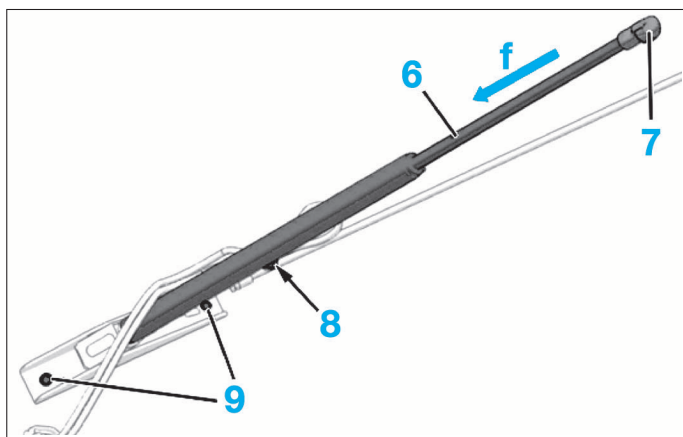
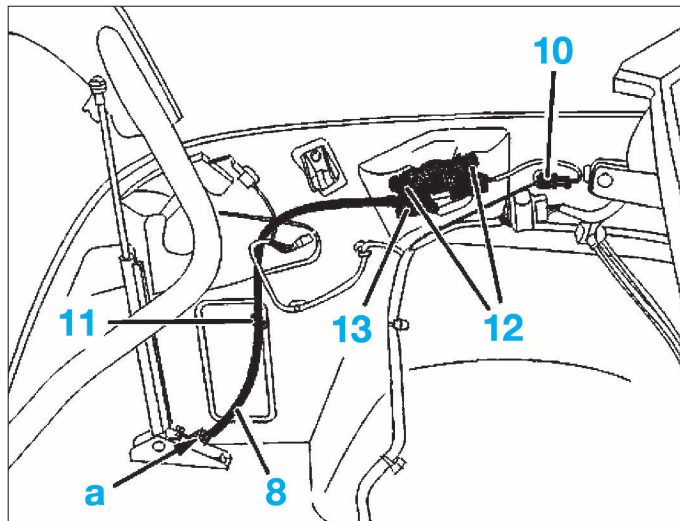
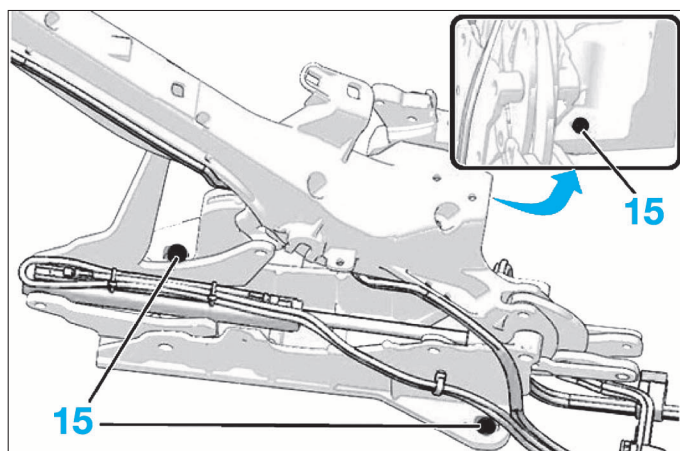

FIG. 85
FIG. 86
FIG. 87
- Dégrafer la fixation (7) du vérin (6) (Tube de coffre) (Fig.85).
- Déposer les fixations (9) de la chape du vérin sur le plancher de coffre .
- Coffre ouvert en position intermédiaire (vers l'arrière), débrancher le connecteur (10) (Fig.86).
- les vis de fixation (12)
- la serrure (13).
- Dégrafer le câble de l'arrêt de gaine (8) en (a) (Fig.85 et 86).
- Dégager le câble (8) de l'agrafe (11).
- Comprimer le vérin (6) (Fig.85).
- Dégager et déposer le vérin (6).
- Déposer les vis (15) du mécanisme d'articulation du toit escamotable (Fig.87).